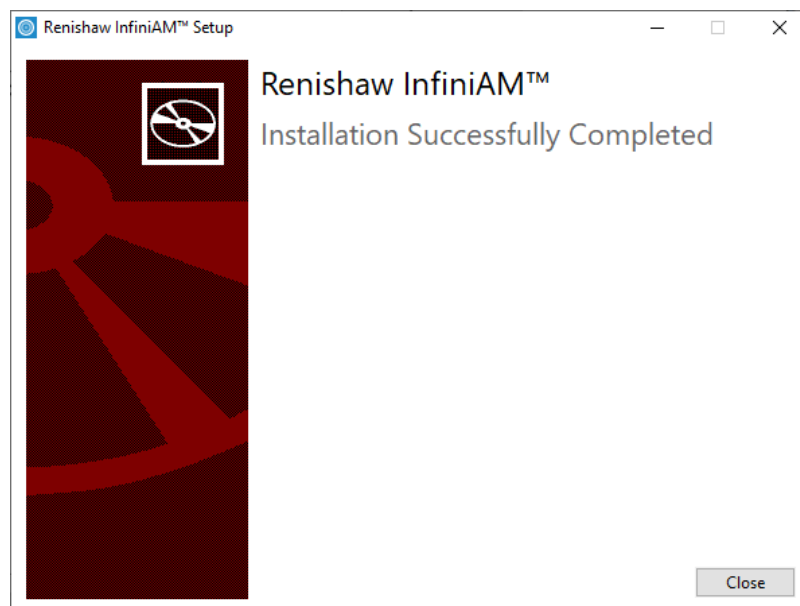

Imagen 57 Cuadro de dialogo tras la instalación
10. Seleccione “Cerrar” (consulte la Imagen 57).